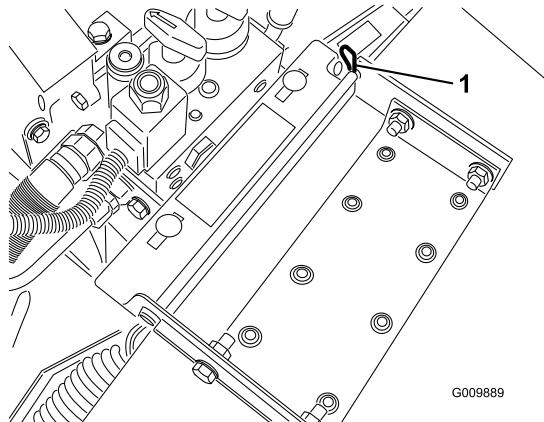

Figura 36
2. Rimuovete la coppiglia di fissaggio del perno del cofano sulle staffe di montaggio (Figura 36).